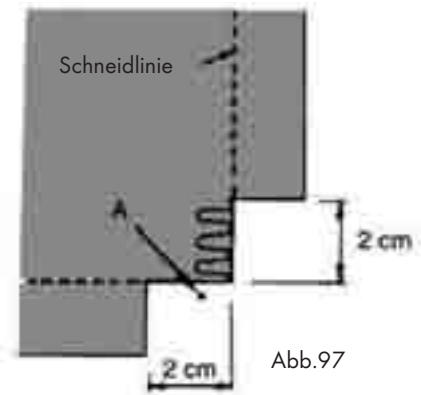
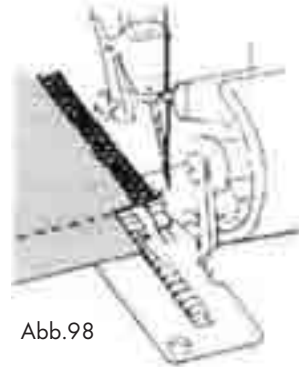

Abb.97
Abb.98
1. Schneiden Sie vor und nach der Ecke ca. 2 cm bis zur Nahtlinie weg (Abb. 97).
2. Nähen Sie einen Stich weiter als bis zur Markierung „A“ auf der Zeichnung und stoppen Sie dann (Abb. 97).
3. Lüften Sie Nadel und Nähfuß ②.
4. Ziehen Sie das Nähgut soweit nach hinten, dass sich der Faden löst, der vom Finger der Stichplatte ⑬ gehalten wird. (Zur besseren Erkennbarkeit ist auf der nebenstehenden Zeichnung der Nähfuß ② nicht dargestellt - Abb. 98).